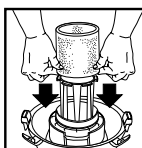

FIGURE 30
51. Avec le couvercle du réservoir dans une position renversée, glissez le manchon en mousse vers le bas, au-dessus du couvercle en tirant jusqu'à ce que le manchon en mousse couvre complètement le couvercle. **FIGURE 30.**